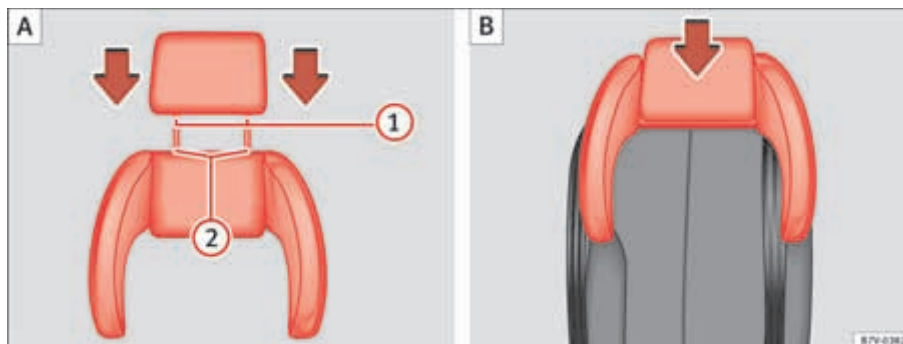

Fig. 30 Asiento integrado para niños: colocar el apoyacabezas sobre el apoyacabezas lateral (A) y montar (B).
- Inserte las varillas-guía ⇒ página 51, fig. 30 **1** del apoyacabezas en los orificios del apoyacabezas lateral ⇒ página 51, fig. 30 **2**.
- Inserte el apoyacabezas junto con el apoyacabezas lateral en los orificios previstos en el respaldo correspondiente ⇒ página 51, fig. 30 **B**.